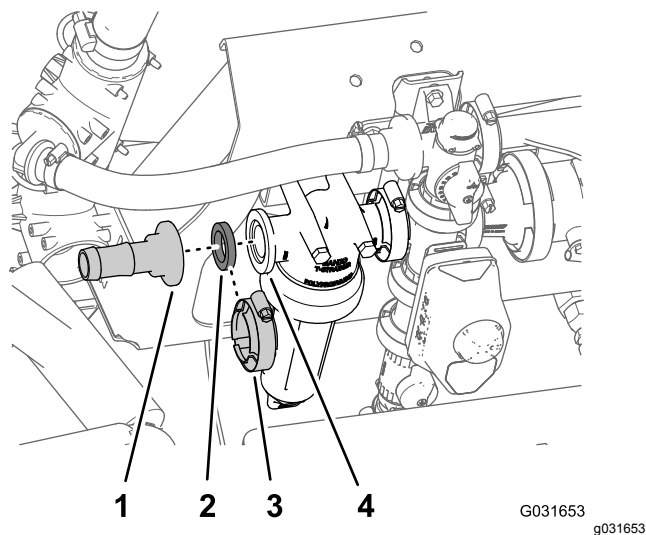

Figura 221
3. Retire la abrazadera para bridas que sujeta la el acoplamiento dentado recto y la junta a la brida del cabezal del filtro y retire el acoplamiento (Figura 221).